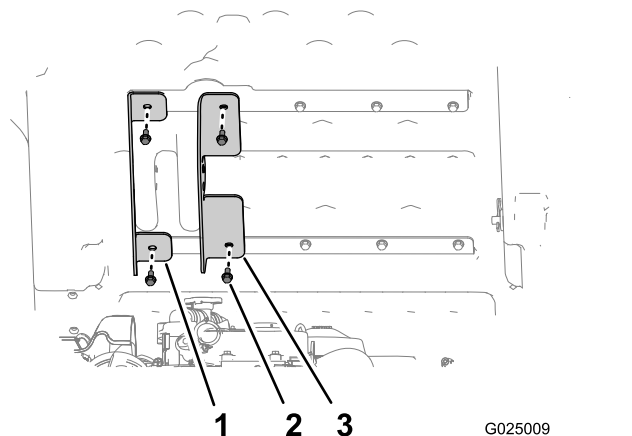

Figura 5
3. Alinhe o suporte exterior do elevador (o suporte com as flanges curtas) com os furos exteriores nos suportes superior e inferior da caixa (Figura 5).
4. Prenda o suporte exterior da caixa à caixa utilizando os dois parafusos que removeu no passo 1 e aperte os parafusos manualmente (Figura 5).
5. Alinhe o suporte interno do elevador (o suporte com as flanges compridas) com os furos interiores nos suportes superior e inferior da caixa (Figura 5).
6. Prenda o suporte interior da caixa à caixa com os dois parafusos que removeu no passo 2 e aperte os parafusos manualmente (Figura 5).
9. Aperte os quatro parafusos (5/16 x ¾ pol.) que prende os suportes interno e externo do elevador à caixa (Figura 5) com 15 a 16,6 N·m.